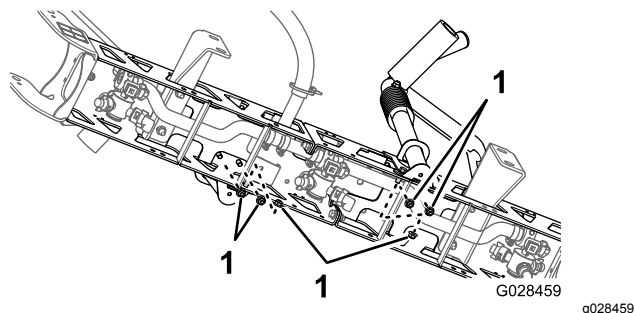

Рисунок 38
3. Подсоедините опоры к секции стрелы (Рисунок 37 и Рисунок 38) с помощью 6 болтов ( $\frac{3}{8}$  x 1 дюйм) и 6 фланцевых контргаек ( $\frac{3}{8}$  дюйма).